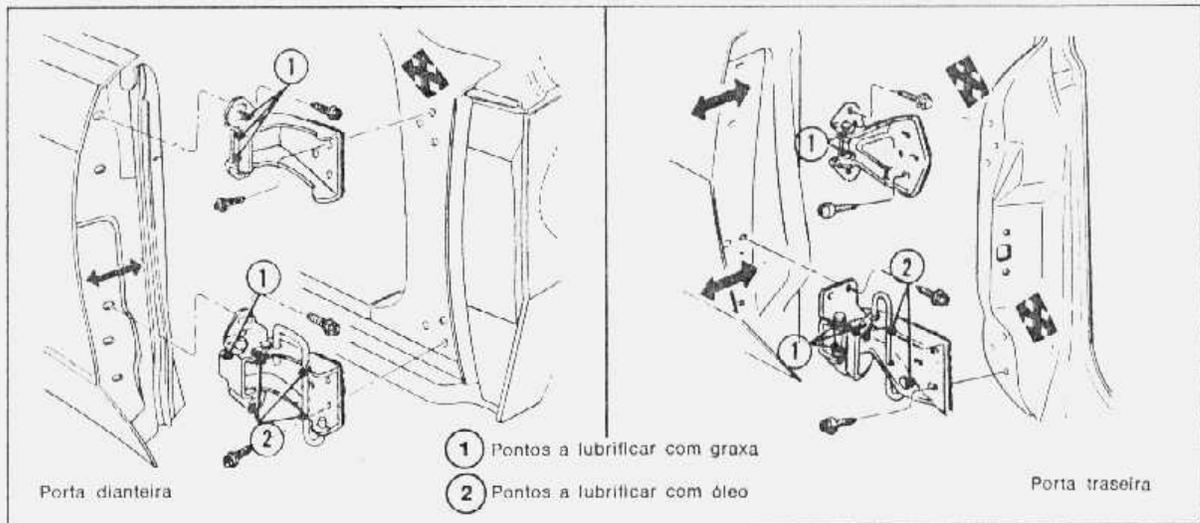

fig. 18 — regulagem das portas
1. Ver a fig. 18 para determinar quais os parafusos da dobradiça que devem ser soltos, para movimentar a porta na direção desejada.